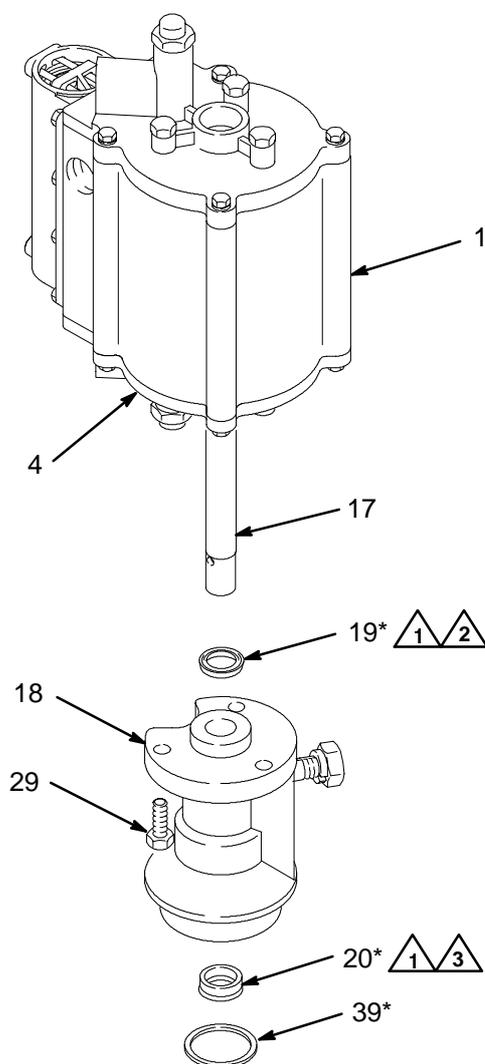

Fig. 10
1. Séparer le moteur pneumatique (1) du bas de pompe (100) comme indiqué à la page 15.
2. Retirer les trois vis (29) maintenant le corps de sortie (18) sur le chapeau inférieur du cylindre (4). Sortir le corps du chapeau en faisant attention de ne pas endommager la tige du piston (17). Voir Fig. 10.
3. Retirer le joint en U du chapeau (4).
4. Retirer le joint en cuivre (39) et le joint en U (20) du corps de sortie (18).
1. Lubrifier le joint en U (19*) et le placer sur le chapeau inférieur du cylindre (4), les lèvres tournées vers le haut face au moteur pneumatique (1). Voir Fig. 10.
2. Graisser et placer les joints en U (20*) et en cuivre (39*) dans le corps de sortie (18). Les lèvres du joint en U doivent être tournées vers le bas vers la pompe.
3. Monter le corps (18) sur le chapeau (4).
4. Remonter le moteur pneumatique (1) sur le bas de pompe (100) comme indiqué à la page 15.
-  2 Lèvres tournées vers le haut, vers moteur pneumatique (1).